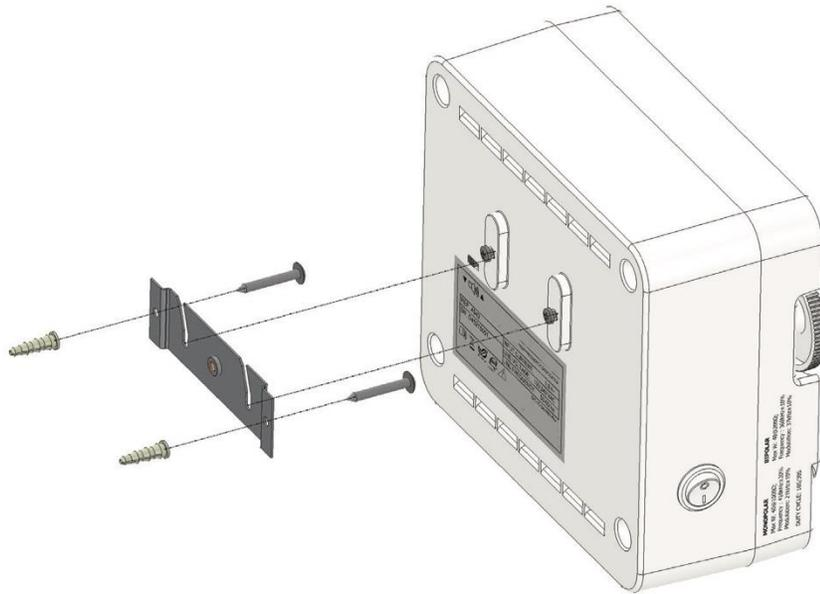

Figura 1
1. Monte o excisador DERM 941/942 da Bovie® na parede ou suporte móvel opcional utilizando o kit de montagem padrão (consulte a figura 1). Não utilize a unidade na posição horizontal, pois é possível que sejam derramados líquidos na mesma.